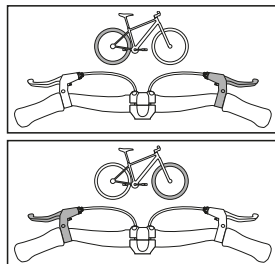

Fig. 1: Bremsegrebenes tilknytning
- ↳ Sæt dig ind i bremsegrebenes tilknytning. Det højre bremsegreb virker på baghjulsbremsen, mens det venstre bremsegreb virker på forhjulsbremsen (se Fig. 1).